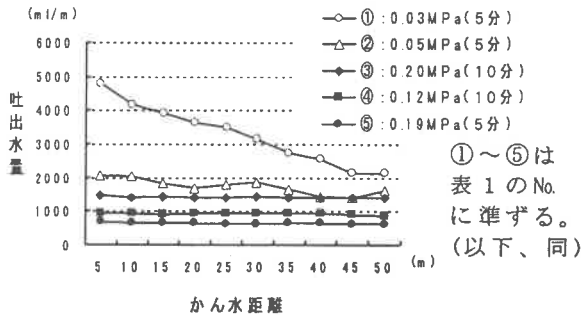

図2 かん水チューブの種類別かん水精度
- 1 50mのかん水距離を設定した場合、散水タイプのかん水チューブは末端に近づくにつれて吐出水量が減少していくが、点滴タイプでは均一なかん水精度を示す（表1、図2）。